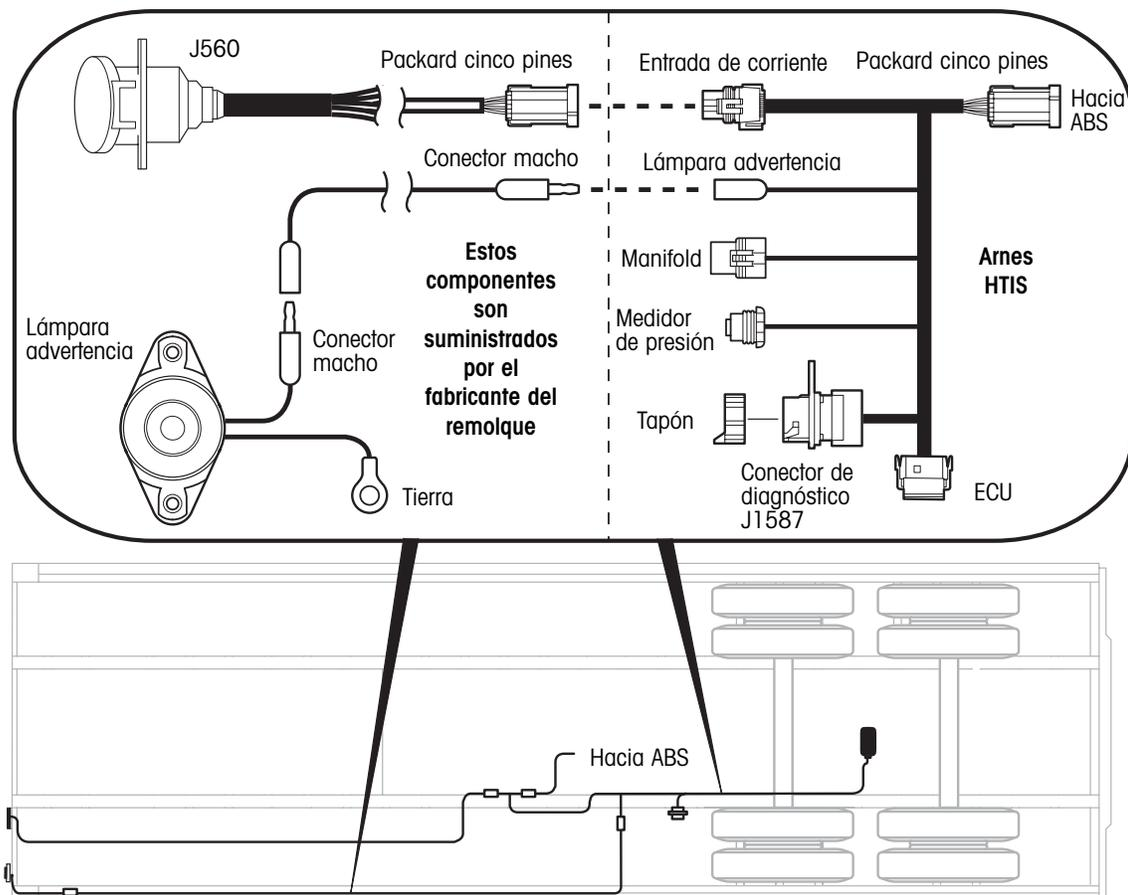

Figura 15. Instalación de arnes HTIS
1. Conecte el conector de entrada de corriente del arnes HTIS en el conector Packard de 5 pines que viene del arnes interface principal J560 del remolque (figura 15).